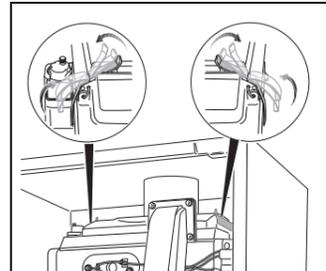

Fig. 7
- Open de snelsluitingen op de branderdekseel (→ fig. 7).